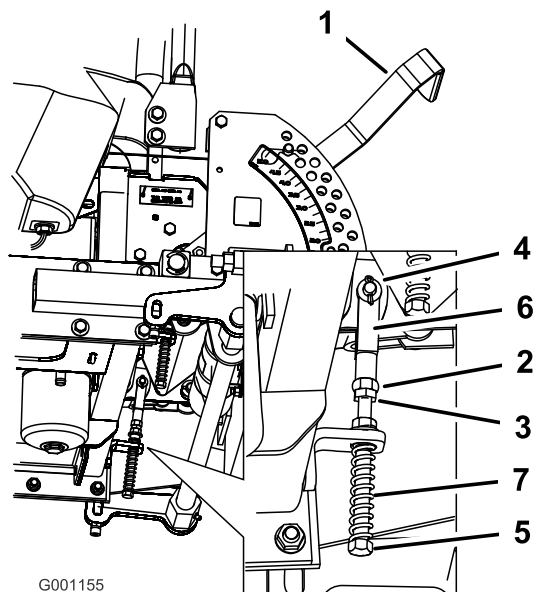

Figure 90
8. Si un réglage s'impose, desserrez l'écrou et l'écrou de blocage vissés contre la chape (Figure 90).
9. Appliquez une légère pression à l'arrière du levier, et tournez la tête du boulon de réglage dans le sens voulu pour centrer le levier à la position de VERROUILLAGE AU POINT MORT (Figure 90).
10. Serrez l'écrou et l'écrou de blocage (Figure 90).